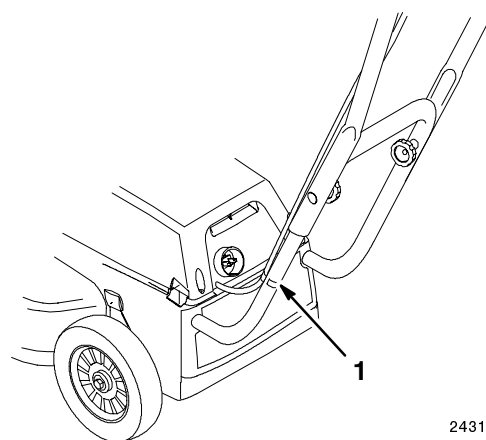

Figure 5
8. Si le mancheron est réglé à la hauteur maximum, fixer le câble à l'aide du collier au montant de gauche du mancheron inférieur (Fig. 5).